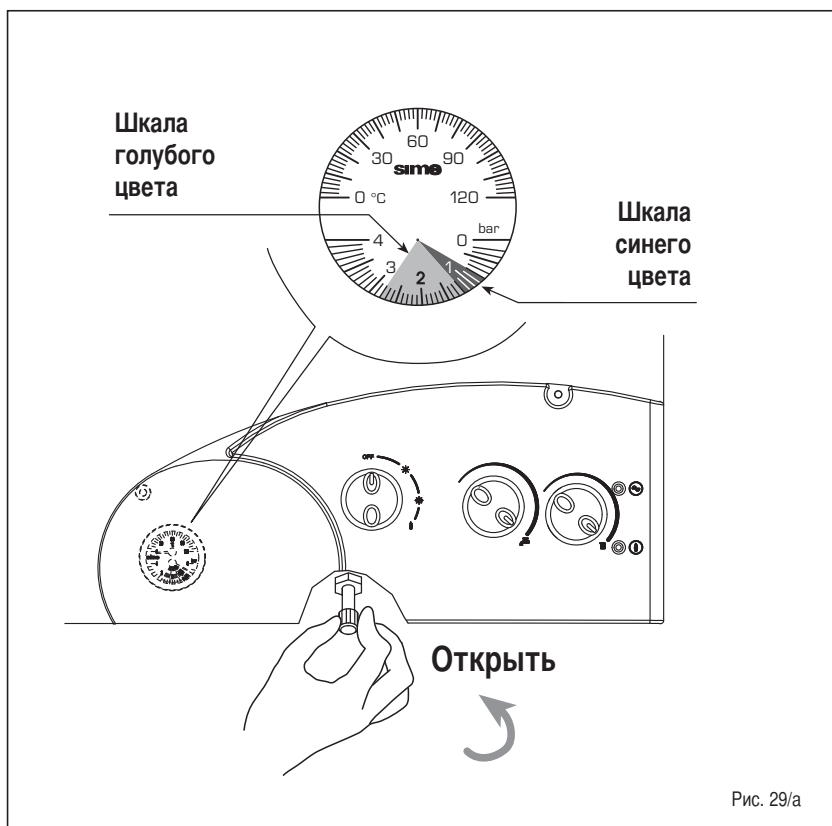

Рис. 29/а
– **Другие неисправности (Рис. 29/б)**